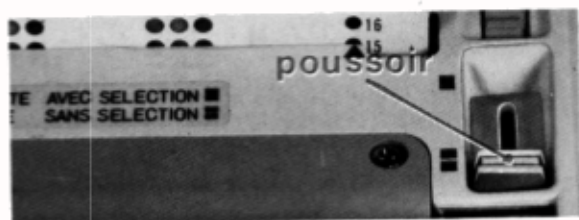

Fig. 24
- Régler le poussoir droit sur " sans sélection " (fig. 24).